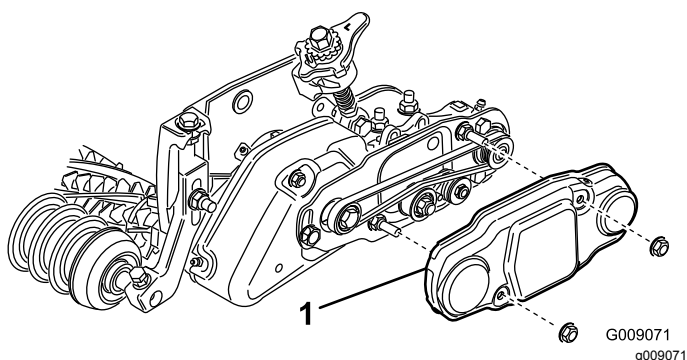

Figura 34
26. Deslize a cobertura da correia para os parafusos de montagem e fixe-a com 2 porcas flangeadas (Figura 34).